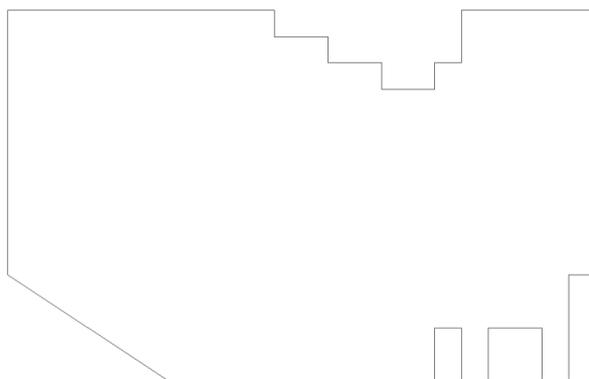

Рисунок 5. Контур пластины
5. При правильном построении должен получиться контур пластины (рис.5)